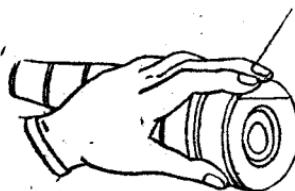

图 15
2. 右手将工号纸放在上沟槽，左手拇指在下方按住，然后右手将管纱嵌入下沟槽，左手食指压住纱头。如图 15。